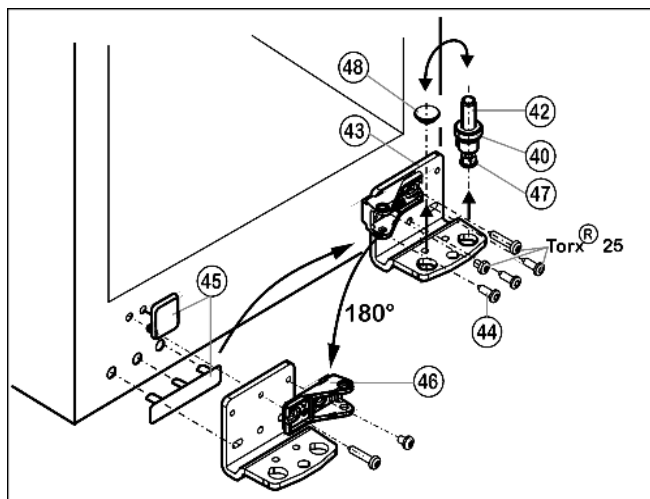

Fig. 9
- ▶ Retirer le pivot Fig. 9 (42) complètement, avec le disque Fig. 9 (40) et le pied réglable Fig. 9 (47) par le haut.
- ▶ Enlever le bouchon Fig. 9 (48).
- ▶ Dévisser le support d'appui Fig. 9 (43).
- ▶ Enlever les caches au niveau des poignées Fig. 9 (45) avec précaution et les placer sur le côté opposé.
- ▶ Revisser à fond (avec un couple de serrage de **4 Nm**) le support d'appui inférieur Fig. 9 (43) sur le nouveau côté de la charnière, si nécessaire à l'aide d'une visseuse sans fil.
- ▶ Dévisser l'élément pivotant Fig. 9 (46) et le revisser à l'intérieur tourné de 180°, toujours visser les vis longues dans le trou longitudinal.
- ▶ Replacer le bouchon Fig. 9 (48) dans l'autre trou.
- ▶ Replacer le pivot Fig. 9 (42) avec la plaque et le pied réglable. Faire attention à ce que les ergots d'encliquetage soient tournés vers l'arrière.
- ▶ Placer la porte par le haut sur le pivot inférieur Fig. 9 (42).
- ▶ Aligner éventuellement la porte à la carrosserie de l'appareil grâce aux trous longitudinaux dans le support d'appui en bas Fig. 9 (43). Pour cela, dévisser la vis centrale.